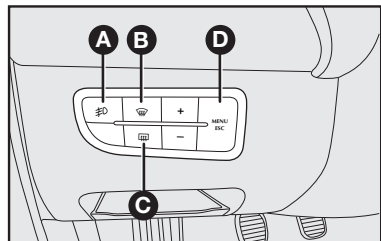

fig. 63
**Faros auxiliares - A-fig. 63** - botón con indicación de función activada en el cuadro de instrumentos para encender/apagar los faros auxiliares (si presentes).
en **STOP**. Para encenderlos nuevamente es necesario presionar el botón **A-fig. 63**.
**Parabrisas térmico - B-fig. 63** - Botón con indicador de funcionamiento en el cuadro de instrumentos, para conectar/desconectar el desempañador del parabrisas. Funciona solamente con el motor encendido.
**Luneta térmica - C-fig. 63** - botón con indicador de funcionamiento en el cuadro de instrumentos, para conectar y desconectar el desempañador del vidrio trasero.
**Botão MENU ESC - D-fig. 63** - el botón MENU ESC permite, con presión breve: